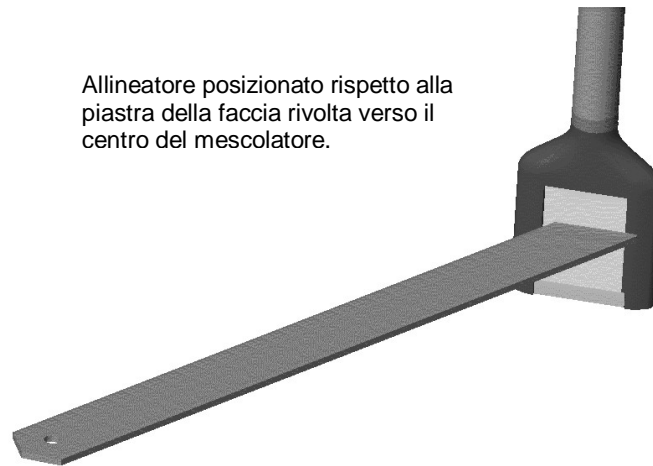

Figura 10 – Allineatore angolare Hydronix per l'allineamento della faccia di rilevamento
- Di norma un angolo di 55° consente dei buoni risultati. Utilizzare l'allineatore angolare in dotazione per impostare l'angolo (Figura 10).